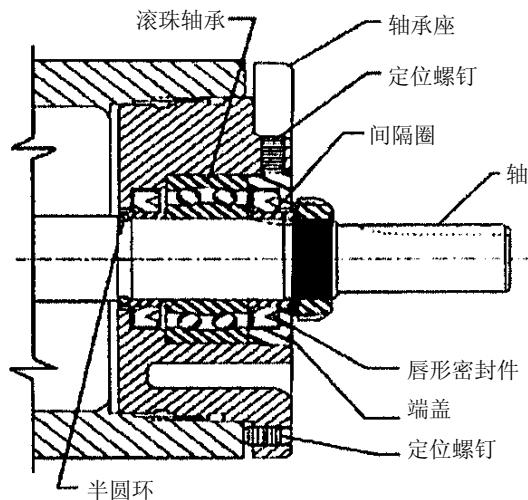

图 5
- 松开轴承座表面的定位螺钉，将轴承座部件从支架上拆除。参见图 5 或 6。
参见图 5 和 6 的轴承座组件部分。
6. “LS” 泵: 在滚子轴承外面涂上油脂, 将轴承推压到轴承座中。可以参见图 5。